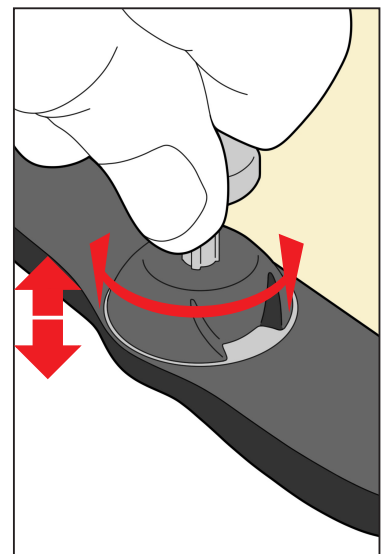

Fig. 7
1. Far ruotare ciascun perno sulla parte anteriore della maschera fino a raggiungere l'altezza desiderata per gli spessori; l'altezza consigliata è di 2 mm (i contrassegni sono a incrementi di 0,5 mm) (Fig. 7).